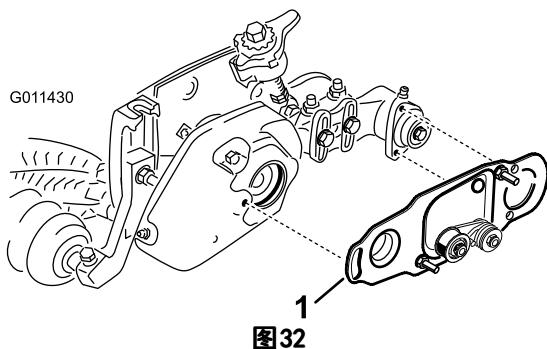

图32
- 5. 如果安装了滚筒刷，请确保刷子侧板（图32）与滚刀组侧板平行，且完全插入橡皮垫圈。